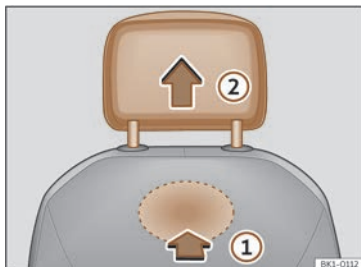

Fig. 110 Repousacabezas dianteiro: desmontaxe.
- Para desbloquealo, busque o rebaixe situado na parte posterior do respaldo pola área marcada e prema no sentido da frecha >>> **fig. 110** ①.
- Retire o repousacabezas no sentido da frecha ②.